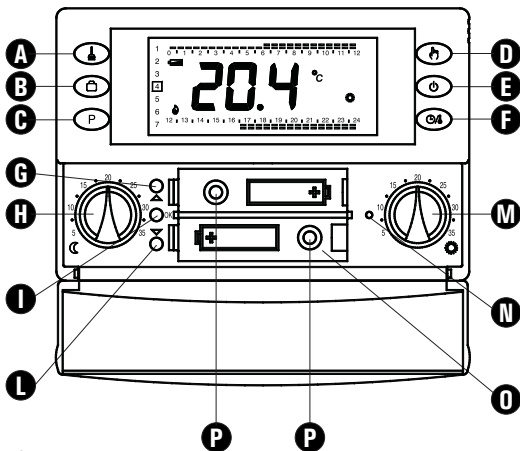

Fig. 1
6. Insérer les batteries dans le logement des batteries (0 de la Fig. 1) ; voir le paragraphe ' INSERTION/REPLACEMENT DES BATTERIES '.
1. Ouvrir le volet d'accès au logement des piles (Fig. 1).
4. Uniquement dans le cas où le chrono-thermostat ne répond pas correctement effectuer une réinitialisation à l'aide de la touche indiquée en N de la Fig. 1; **NE PAS UTILISER DES AIGUILLES OU DES INSTRUMENTS QUI PUISSENT ENDOMMAGER IRRÉMÉDIABLEMENT LE CHRONOTHERMOSTAT.**